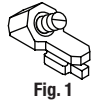

Fig. 1
- Loosen setscrew in stop (Fig. 1).
- Afloje el tornillo de fijación en el topo (Fig. 1).
- Désserrer la vis de pression sur la butée (Fig. 1).